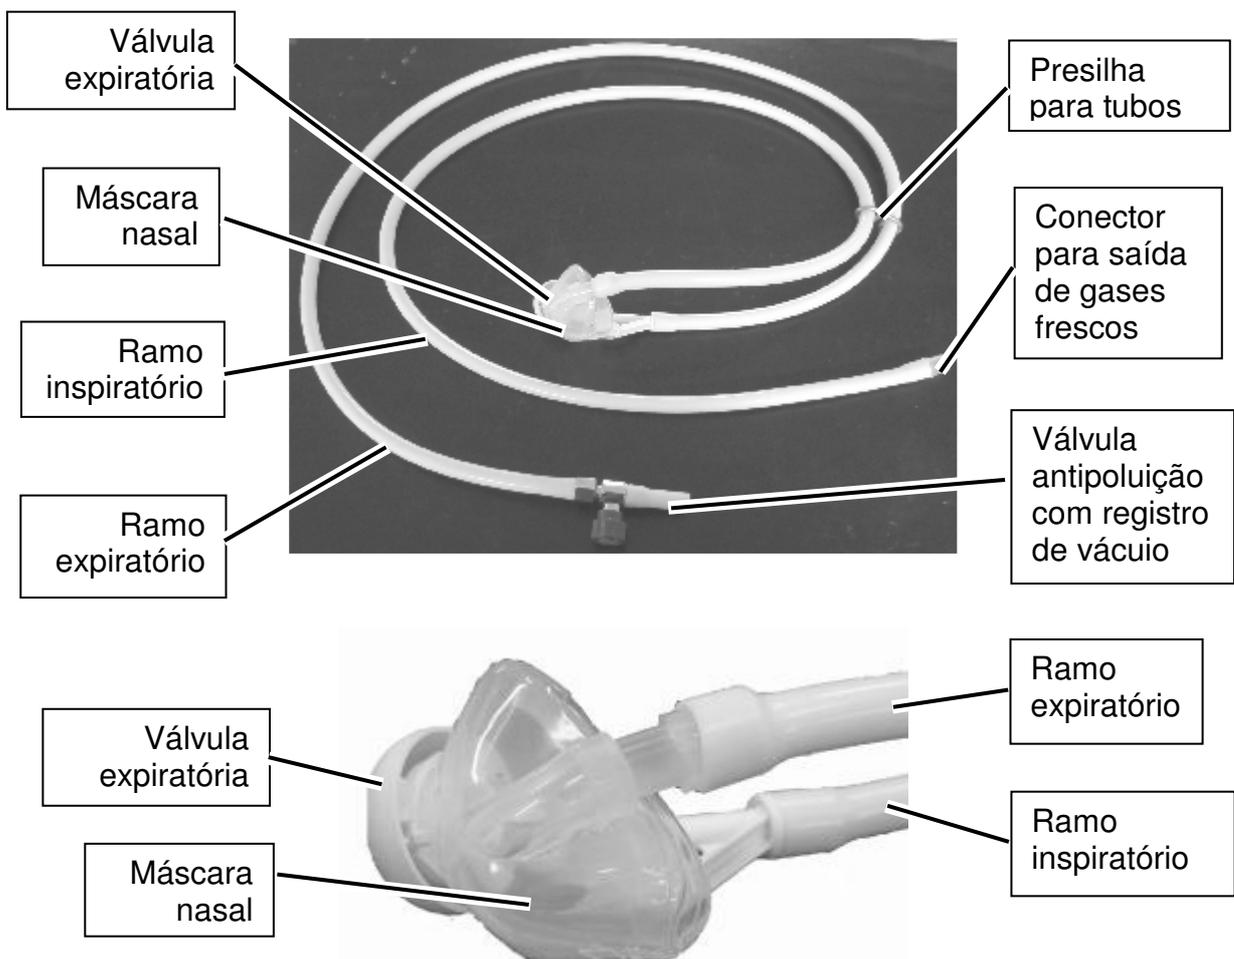
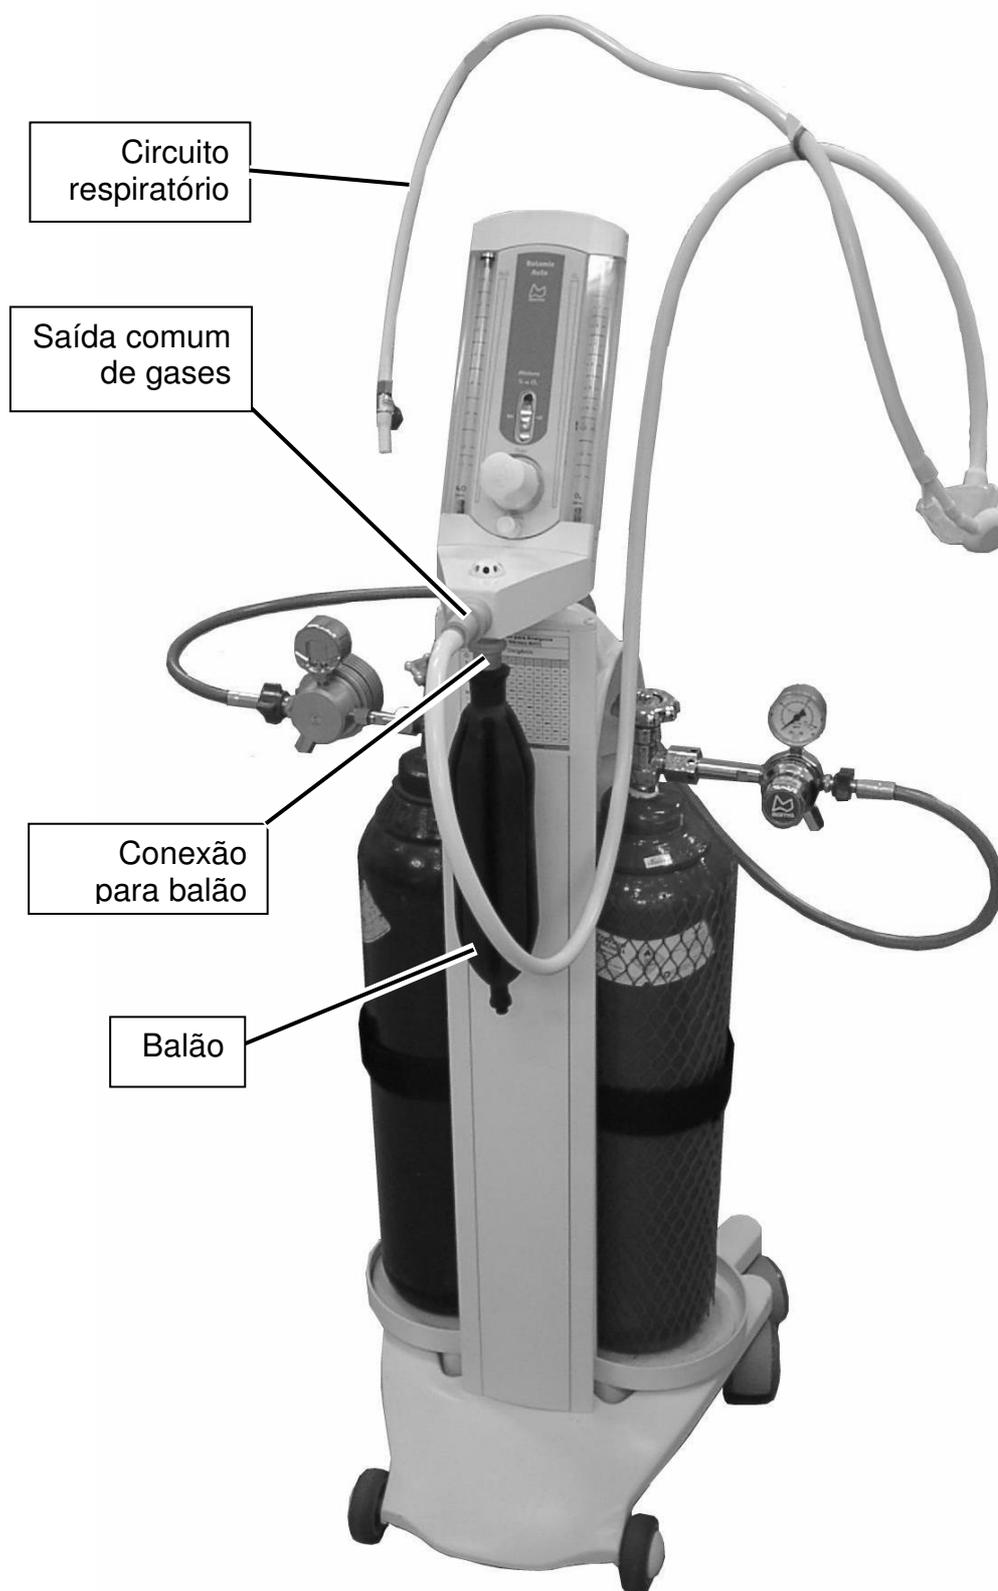

Figura 4 – Componentes do circuito respiratório (visão geral do circuito e detalhe da máscara).
Figura 5 – Montagem do circuito respiratório.
O circuito respiratório é a parte do aparelho de sedação que faz a interface entre o bloco de rotâmetros e o paciente. Os seus principais componentes são dois tubos de silicone (ramos inspiratório e expiratório) e uma máscara nasal odontológica acoplada a uma válvula expiratória. A Figura 4 apresenta o circuito respiratório que é fornecido com o **Rotamix Automático**, enquanto que a Figura 5 apresenta o circuito respiratório já montado no equipamento e pronto para ser utilizado.
- Conexão dos dois tubos de silicone ao conjunto da válvula expiratória com máscara nasal, prestando atenção ao correto posicionamento dos ramos inspiratório e expiratório conforme indica o detalhe da Figura 4. A presilha é utilizada para prender os tubos entre si.
2. Acople o balão ao seu respectivo conector logo abaixo da saída comum de gases do **Rotamix Automático** (Figura 5).